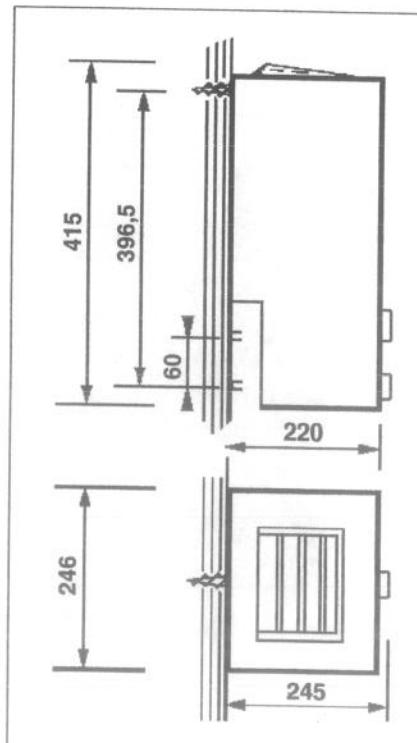

Fig. 2
- Placer la vis à bois de la patte d'accrochage à 396,5 mm au dessus de l'axe d'arrivée d'eau (fig. 2).